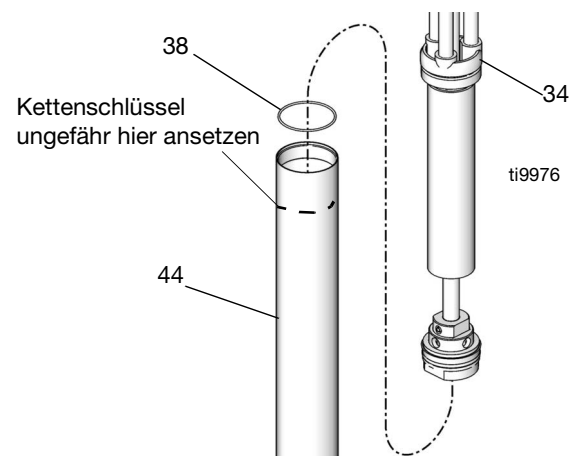

ABB. 18
6. Saugrohr (44*) vom Pumpensockel (34) abnehmen. Siehe ABB. 18.
7. O-Ring (38) auf Pumpensockel und Saugrohr auf Beschädigungen untersuchen. Siehe ABB. 18.